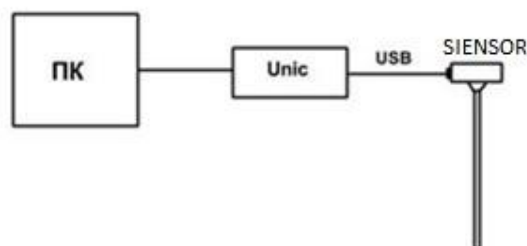

Рис. 4.1 Схема подключения ДУТ SIENSOR серии D300 к ПК
2. Подключите датчик уровня топлива к ПК согласно схеме (см. рис. 4.1).